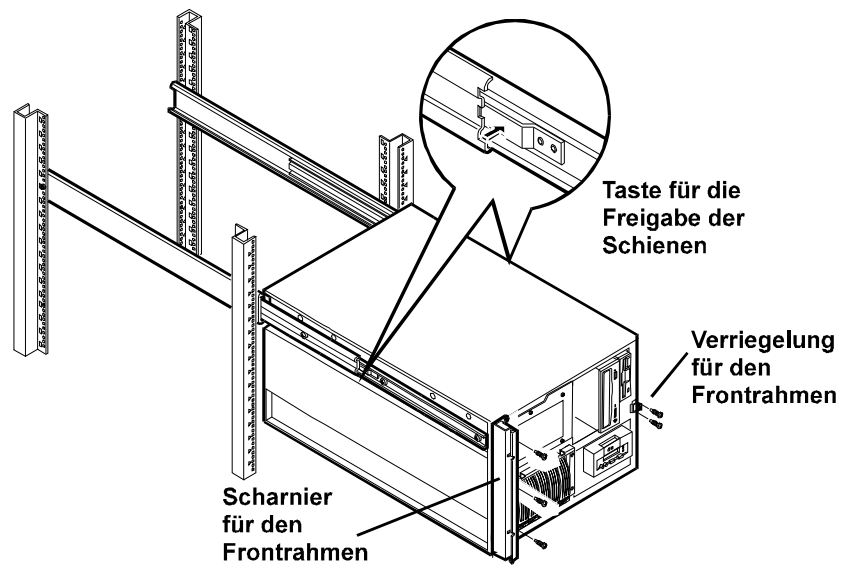

Abbildung 8-16. Anordnung der Taste für die Freigabe der Schienen, sowie Verriegelung und Scharnier für den Frontrahmen
9. Bringen Sie das Scharnier für den Frontrahmen am Server an. Führen Sie hierfür drei Schrauben durch die rechte Kante des Scharnierhalterungswinkels für den Frontrahmen und in die linke Vorderseite des Servers (siehe Abbildung 8-16).
11. Lösen Sie die Arretierung der Schienen, und schieben Sie den Server vollständig in das Gestell (siehe Abbildung 8-16).